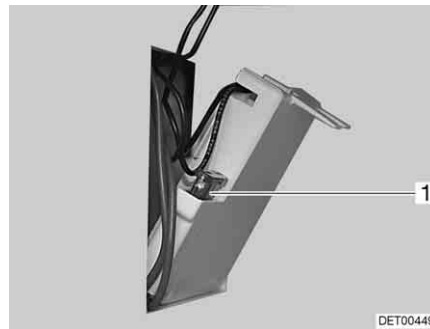

Fig. 175 Fusibile della toilette Thetford
- Sostituire il fusibile (Fig. 175,1).